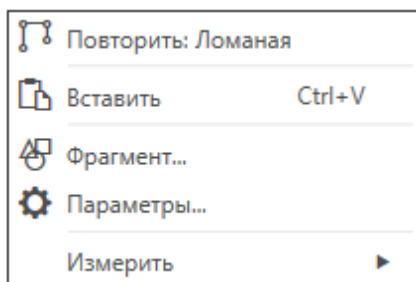

Рисунок 14
2.2. Повторением команды **Ломаная** построить трапецию BEFC («крышу») с координатами вершин: В (100,250), Е (160,300), F (340,300), С (400,250). Повтор команды можно осуществить также через контекстное меню нажатием в графической зоне правой кнопкой мыши (рисунок 14).